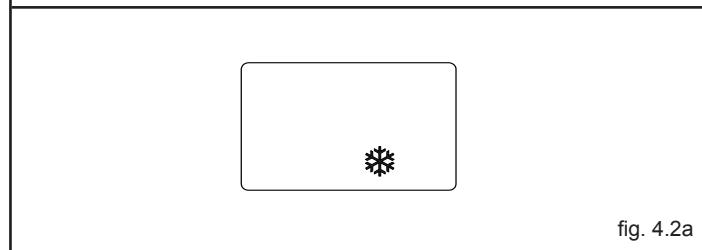

fig. 4.2a
- **Antigelo:** quando la temperatura dell'acqua di caldaia scende sotto i 5°C si attiva il circolatore e, se necessario, il bruciatore alla minima potenza per riportare la temperatura dell'acqua a valori di sicurezza (35°C). Durante il ciclo antigelo sul visualizzatore digitale appare il simbolo $\text{\textcircled{❄}}$ (fig. 4.2a).